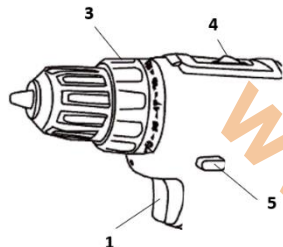

Рисунок 2.3.1. Органы управления.
- (рисунок 2.3.1.) и держите его нажатым.
Нажмите на триггерный выключатель «1» (рисунок 2.3.1.) для включения лампы. Лампа
Направления вращения патрона можно изменять с помощью переключателя «5», при отпущенной клавише выключателя «6» (рисунок 2.3.1.).
1. Переведите переключатель режима Действия «4» (рисунок 2.3.1.) на отметку «завинчивание».
2. Отрегулируйте кольцо регулировки крутящего момента «3» (рисунок 2.3.1.) на требуемый уровень усилия затяжки.
Установите переключатель «4» (рисунок 2.3.1.) на символ «сверление».